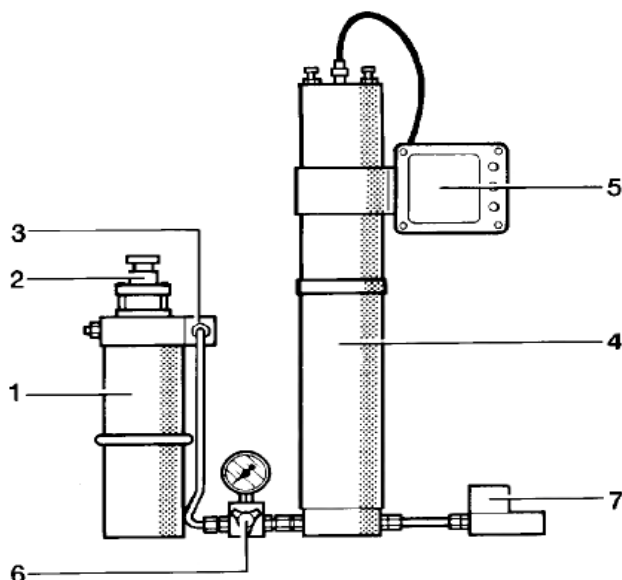

Рис.27. Фильтрующая система P41 с устройством контроля SECURUS
Сжатый воздух, покидающий последнюю ступень сжатия, охлаждается в финальном охладителе до температуры на 10°-15°С выше окружающей и попадает в финальный сепаратор (1, рис.27), где происходит отделение влаги (2). Далее осушенный воздух поступает в корпус фильтрующей системы **P41** с картриджем **TRIPLEX** длительного ресурса (3). Проходя через фильтрующие компоненты картриджа (4,5), воздух окончательно очищается от следов влаги и масла. Далее через выходной штуцер фильтра (6) поступает в клапан установочного давления (7) и заполняющий шланг. Качество выходящего воздуха соответствует стандарту DIN EN 12021 (воздух для дыхания).